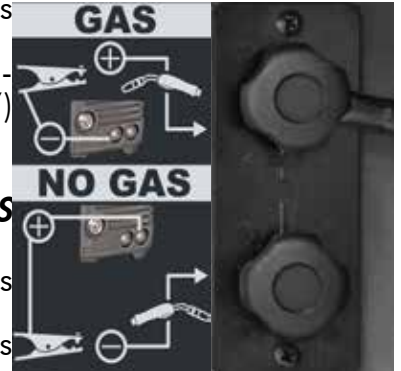

Abbildung 7
- Gasleitung am Druckregler anschließen, dazu mit der beiliegenden Schelle und der hinteren Gummihalfterung befestigen (12).
6.1.6 GLEICHSTROM-LICHTBOGENSCHWEISSEN OHNE GAS (MOG). (ABB.7)
- Das Kabel der Massezange an die positive Buchse (7) des Generators anschließen.
- Das Kabel des Brenneranschlusses an die negative Klemme des Sockels des Polaritätswechslers im Inneren der Drahtspulenkammer (17) anschließen.